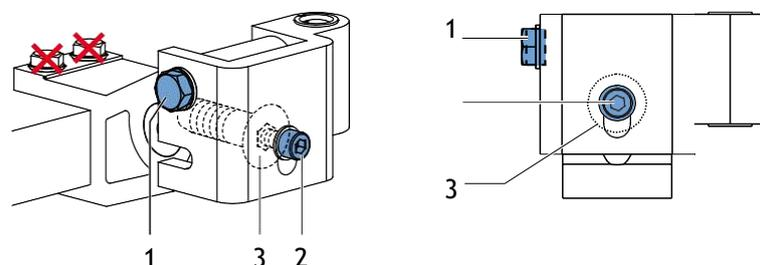

fig.5.2 Détail du raccord du bras à gauche
2. Desserrez l'écrou n°1 d'un tour (clé plate 17). Pendant cette opération, soulevez légèrement la latte frontale afin que le boulon de réglage bouge facilement. Voir figure 5.2.